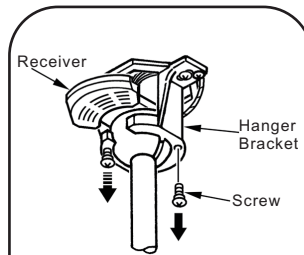

Fig.17
NOTA: El Sistema universal de control remoto de mano está equipado con una función de la frecuencia de aprendizaje que tiene 256 códigos combinaciones para evitar posibles interferencias de otros equipos de remoto. La frecuencia de su receptor y el transmisor se han pre ajustaso en la fábrica (Fig.17).No es necesario el cambio de frecuencia, Si desea instalar otro ventilador dentro de la misma casa con un código de frecuencia separdo, por favor consulte la sección "Hay interferencia de las frecuencias" de solución de problemas de este manual para aprender a cambiar la frecuencia.
Paso 1. Quite 1 de los 2 tornillos de la parte inferior del soporte de suspensión y afloje el otro una media vuelta de la cabeza del tornillo. (Fig. 17)